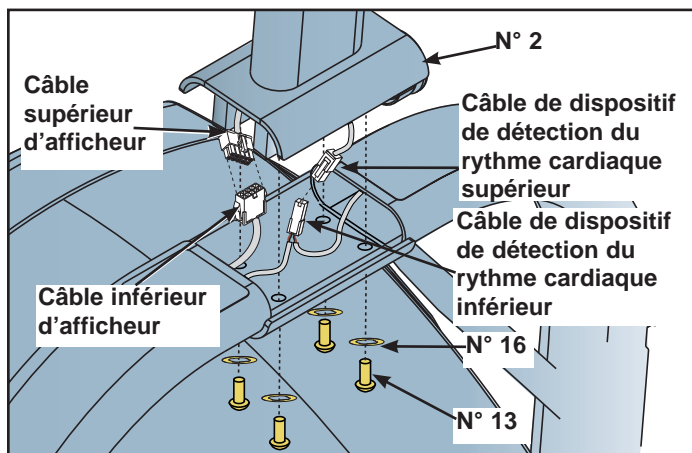

Figure 4
- B. Repérez le câble supérieur de l'afficheur et branchez-le dans le câble inférieur de l'afficheur, dans le châssis principal. Reportez-vous à la figure 4.
- C. Repérez le câble supérieur du système de détection du rythme cardiaque par contact et branchez-le dans le câble inférieur du système de détection, dans le châssis principal. Reportez-vous à la figure 4.
- D. Placez la console (n° 2) dans la position appropriée sur le châssis principal et enfoncez manuellement les quatre vis 0,375-16 x 1,50 (n° 13) et les quatre rondelles (n° 16). Reportez-vous à la figure 4.